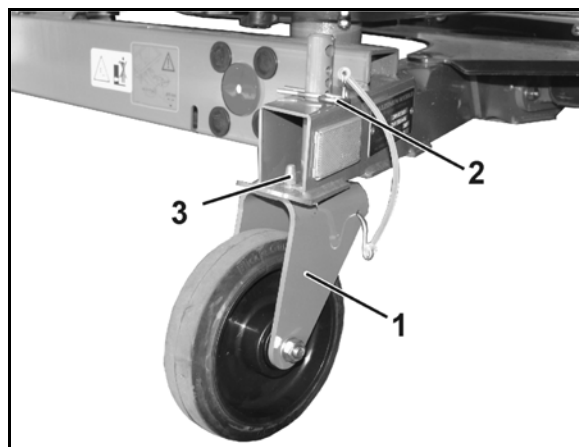

図 27
6. 後部の固定ローラー (図 27/1) は
- 取り付けて、R ピン (図 27/2) で一番下の差し込み穴に固定します。あるいは、
固定ローラーの取り付け時には、ピン (図 27/3) がフレームの穴に入り、ローラーを縦方向で保持するようにしてください。